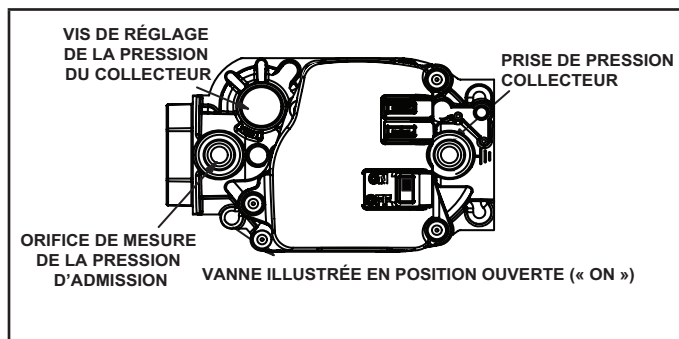

Figure 62
Fonctionnement de la vanne de gaz (Figure 62)
- 6 - Mettre le contacteur de la vanne de gaz sur «OFF». Voir la Figure 62.
- 8 - Mettre le contacteur de la vanne de gaz sur «ON». Voir la Figure 62.